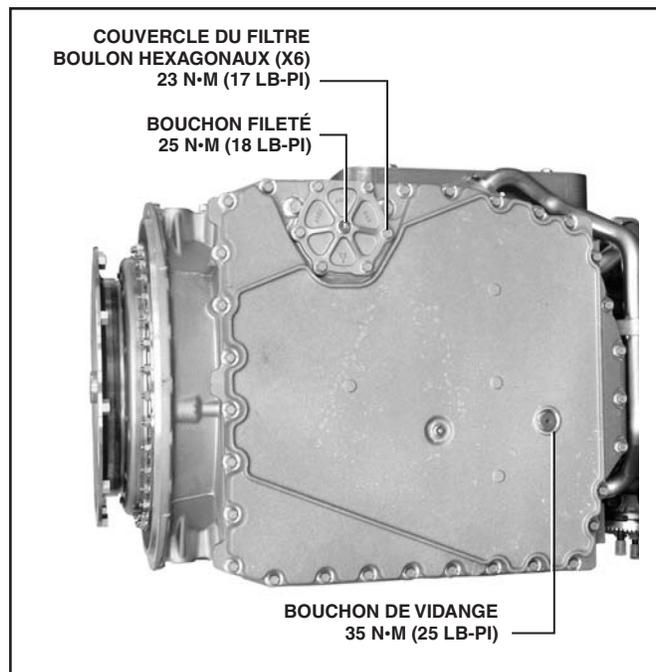
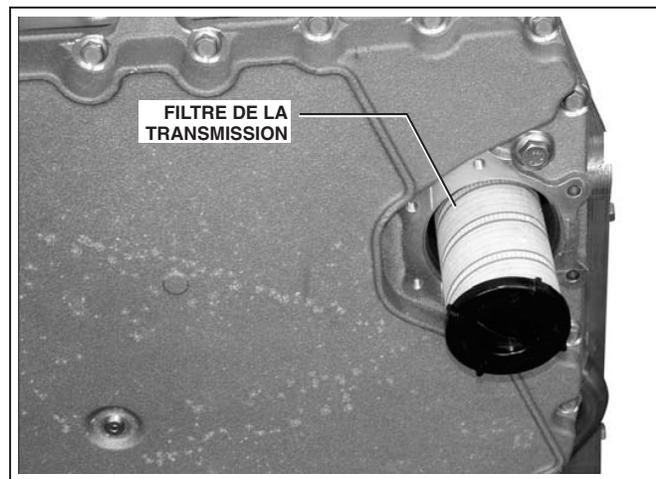

Figure 5 - Couples de serrage - transmission vue du dessous
Figure 6 - Dépose du filtre à transmission
- Dévisser le bouchon de vidange sous le carter (voir Figure 5) et laisser le liquide se drainer pendant un minimum de 10 minutes. Pour de meilleurs résultats, laisser drainer toute une nuit. Retirer le joint torique du bouchon de vidange.
- Dévisser le bouchon fileté sur le couvercle du filtre (voir Figure 5) et laisser l'huile se drainer de la cavité du filtre. Retirer le joint torique du bouchon fileté
- Dévisser le couvercle du filtre (voir Figure 5) et enlever le filtre (voir Figure 6). Vérifier le filtre pour des signes de contamination.
- Insérer un nouveau filtre. Remettre en place le couvercle du filtre et serrer les boulons hexagonaux au couple indiqué en Figure 5.
- Visser le bouchon fileté dans le couvercle du filtre. Serrer au couple indiqué en Figure 5.
- Visser le bouchon de vidange dans le carter. Serrer au couple indiqué en Figure 5.